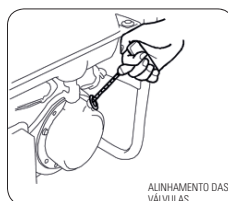

FIGURA 9.7
D. Puxe lentamente a corda de partida até sentir resistência. Neste ponto o pistão está no seu estágio de compressão e ambas as válvulas estão fechadas. Armazenar o motor nesta posição irá ajudar a prevenir danos causados por oxidação. Figura 9.7.